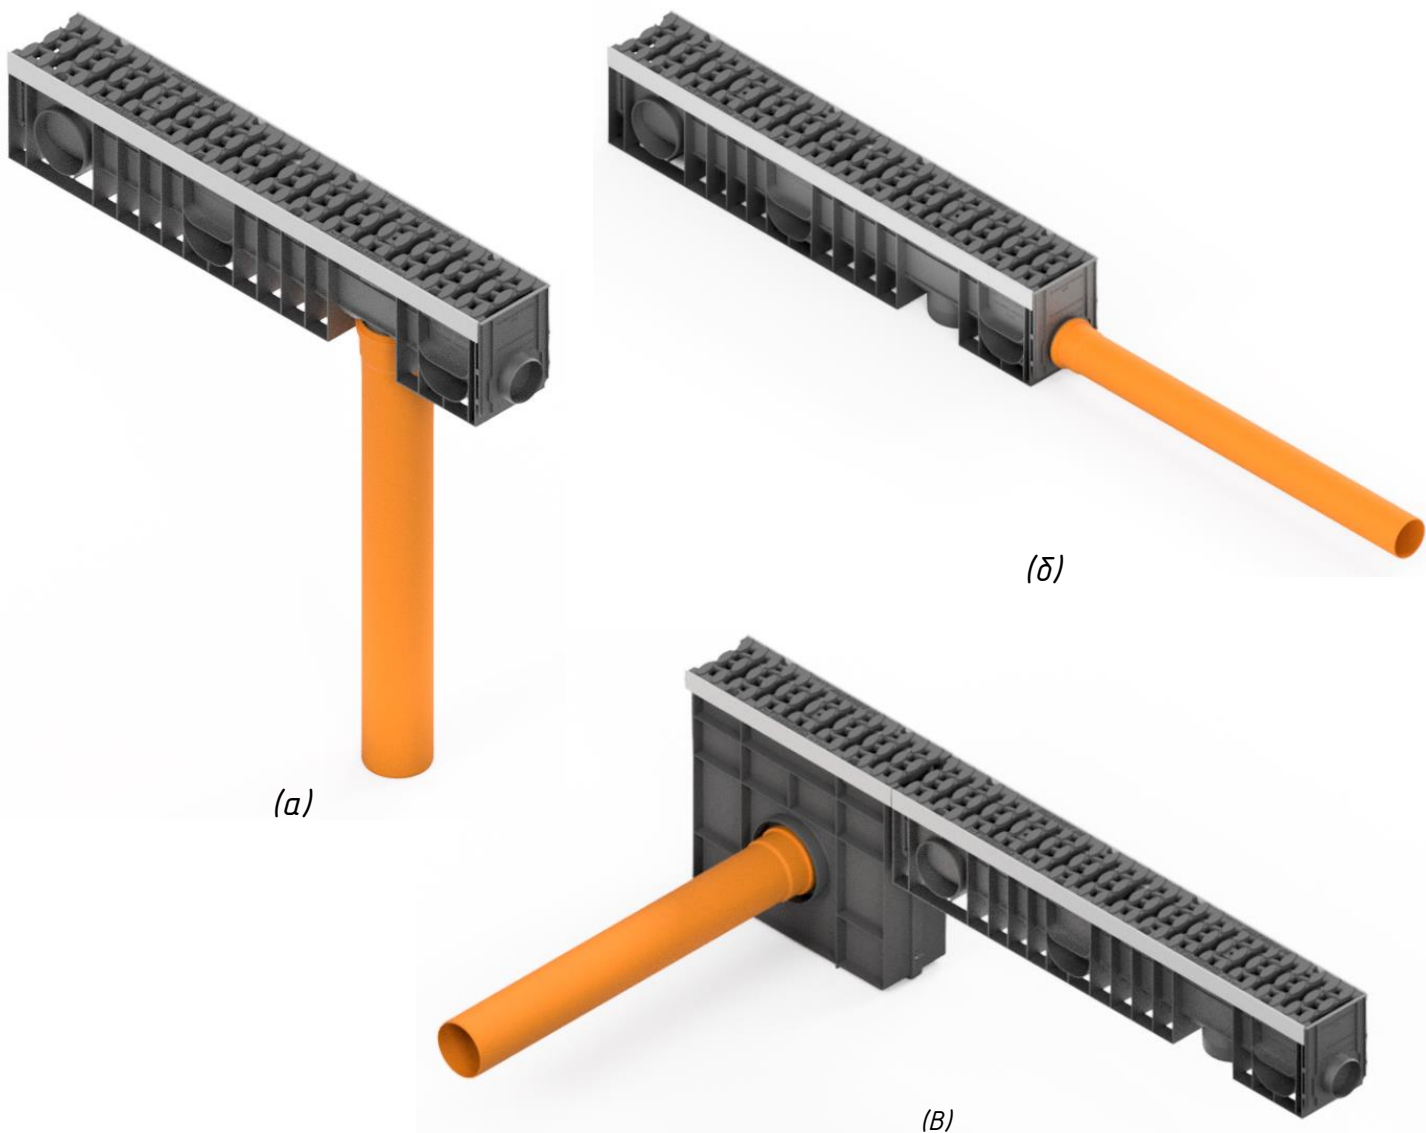

Рис. 3 – варианты подключения к магистральной сети.
- подключение при помощи отводов на дне лотка и доковой стенке. (рис. 3а);
- подключение при помощи торцевой заглушки. (рис. 3б);
- подключение через пескоуловитель. (рис. 3в);